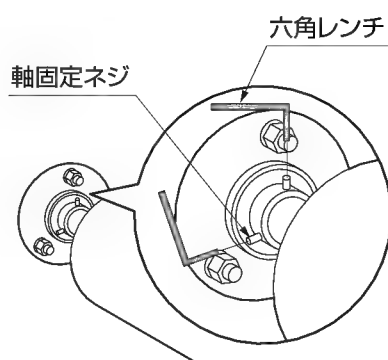

図2-5
- ⑥ 軸受けの「軸固定ネジ」を六角レンチを使用して締付けてください。(図2-5参照)